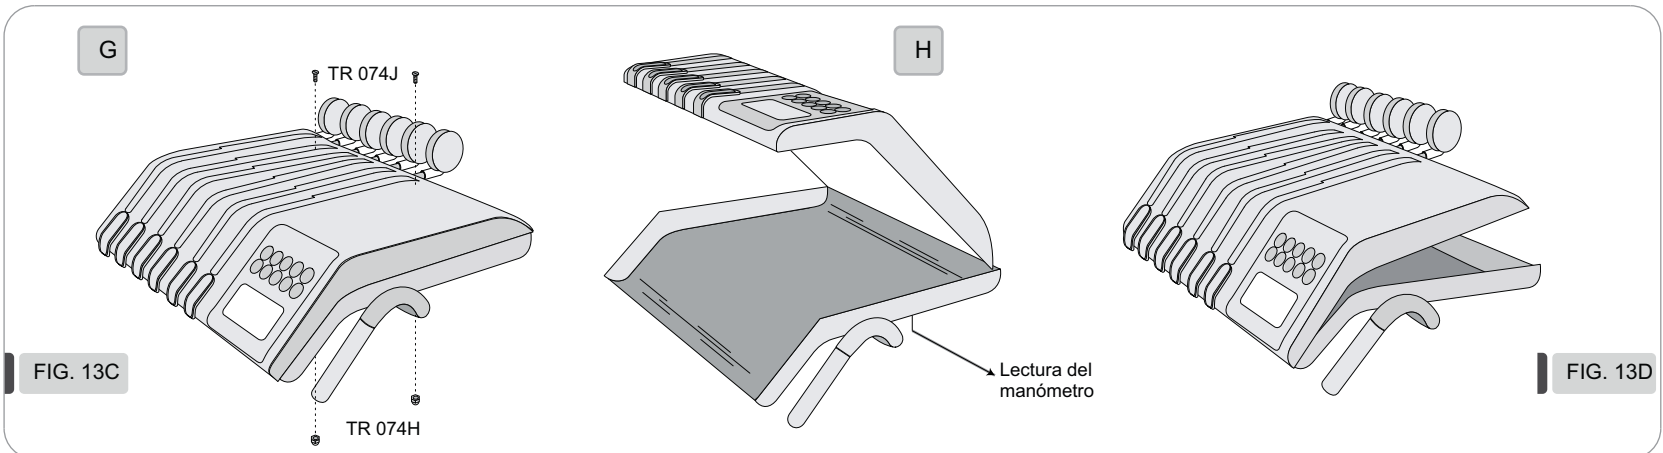

FIG. 13C
En el modelo Continental R (ver fig. 13C (G)) retirar los tornillos TR074J (ubicado en el primero y último brazo); volcar la tapa como mostramos en la figura 13C (H).